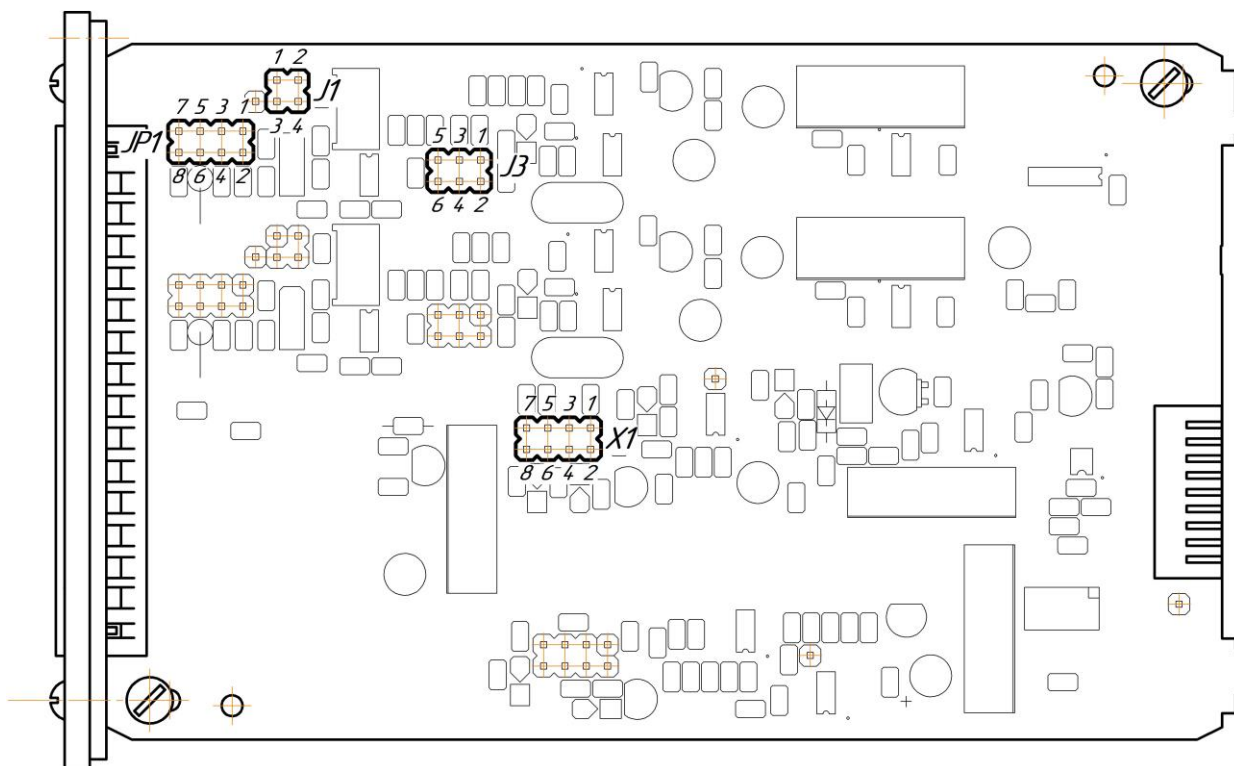

Рисунок 4.2 – Положение перемычек на модуле универсальных входов (корпус индикатора снят)
- установить положение переключателей на модуле универсальных входов в положение согласно выбранному типу входного сигнала (таблица 4.2, рисунок 4.2).
4.5.2 Диапазон изменения выходного аналогового сигнала АО устанавливается перемычками X1 (см. рисунок 4.2) на модуле универсальных входов/выходов. Типы выходного сигнала и соответствующие положения перемычек приведены в таблице 4.3.